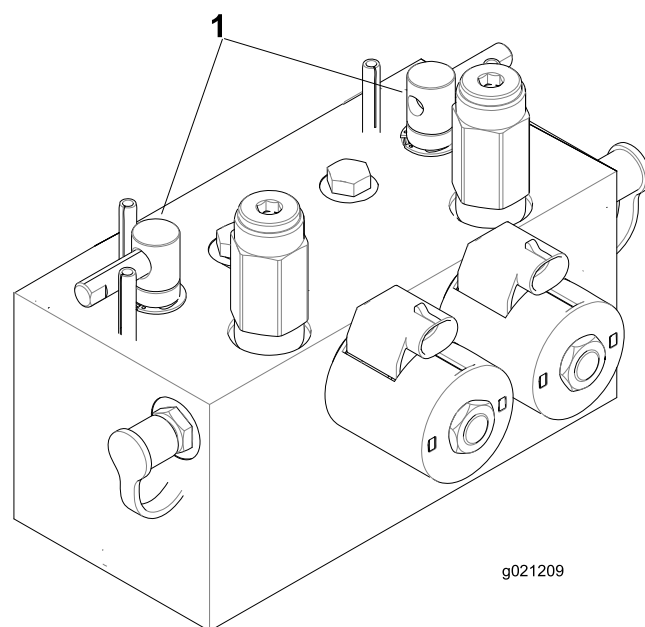

Figura 93
2. Sbloccate il sedile ed alzatelo per esporre le leve di lappatura (Figura 93).
5. Selezionate le leve di lappatura anteriore, posteriore o entrambe per stabilire gli elementi da lappare (Figura 93).